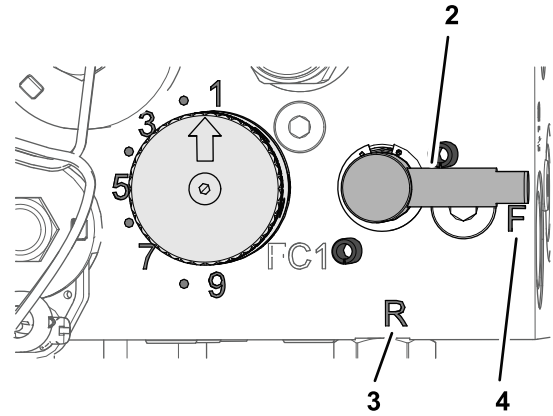

图 66
4. 将倒磨控制杆转至反转 (R) 位置图 66。
5. 将滚刀速度旋钮旋转至设置 1 图 66。
**重要事项** 如果倒磨控制杆在倒磨后没有返回至正转 (F) 设置滚刀组将无法适当抬起或正常运转。